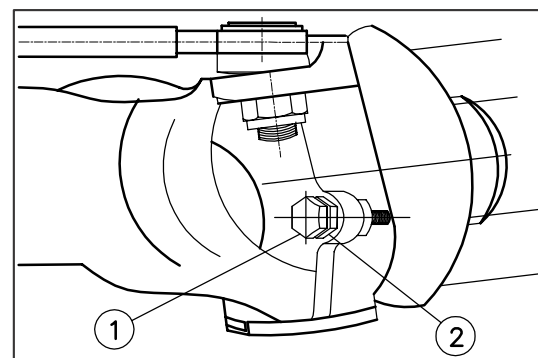

Abb. 4.28
Der Winkel wird durch Einstellen der Anschlagschrauben (1) (Abb. 4.28) am Achsantrieb der Achse und Verriegelungsmutter (2) geändert.